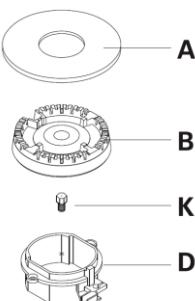

Fig.8
1. Retire la tapa del quemador (A) (Fig.8).
2. Retire los inyectores (K) de la cámara de mezcla (D) (Fig.8) .
- 5 Proceda a ubicar el quemador (B) y la tapa del quemador (A)(Fig.8).